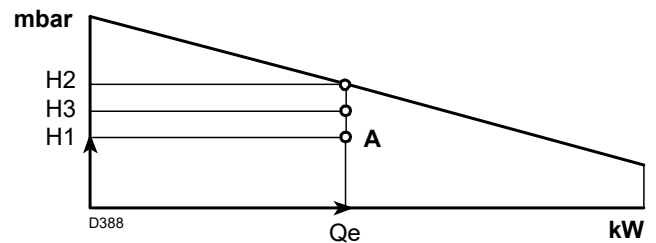

Fig. 40
ponto A tem que permanecer dentro do campo de trabalho (Fig. 40).
- 4 - Traçar uma vertical a partir do ponto A, Fig. 40, e encontrar a máxima pressão H2 do campo de trabalho.
Se H3 é maior que H1, como na Fig. 40, o queimador pode suprir o caudal demandado.